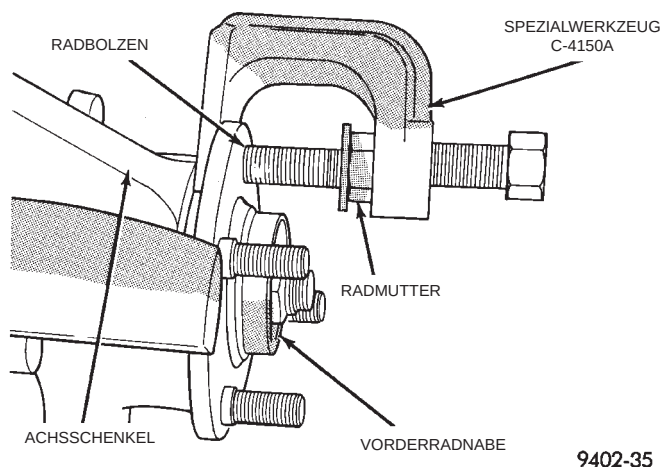

Abb. 82 Austreiben des Radbolzens aus der Radnabe
(7) Eine Radmutter auf den auszubauenden Radbolzen schrauben (Abb. 82), so daß die Mutter bündig mit dem Radbolzen abschließt. Die Radnabe so drehen, daß der auszubauende Radbolzen vor der in den Achsschenkel eingearbeiteten Aussparung steht.
Austreiber, Spezialwerkzeug C-4150, an der Radnabe und dem Radbolzen montieren (Abb. 82).